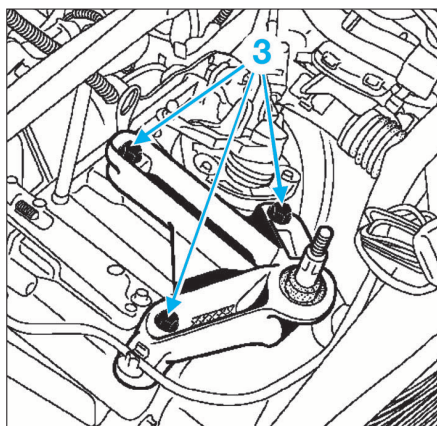

FIG. 8
- les vis (3) puis le support de boîte de vitesses sur la boîte (Fig.8).